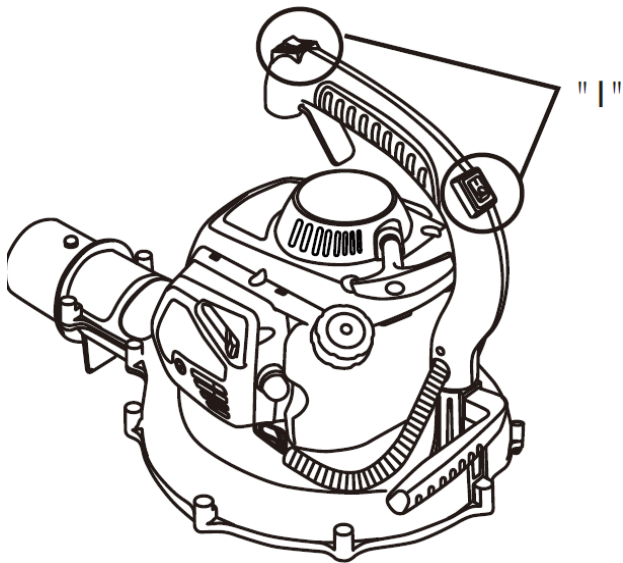

Abb. 4
1. Stellen Sie beide Schalter am Griff auf „I“. (Abb. 4)